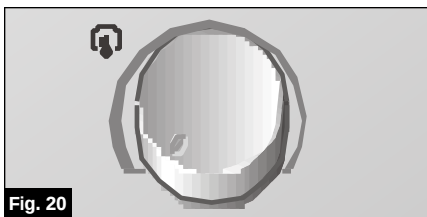

Fig. 20
- Coloque o termostato na posição de temperatura mínima, Fig. 20.